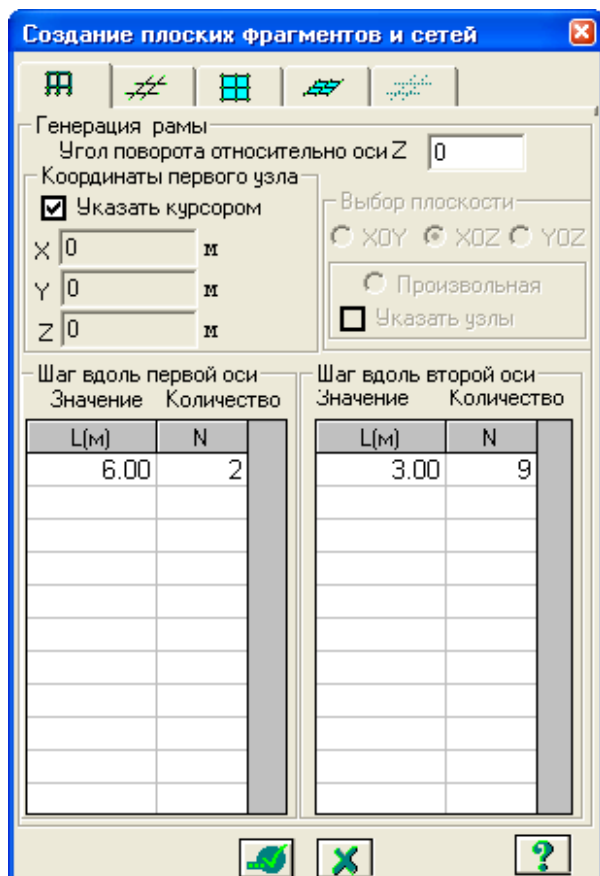

Рис.11.4. Диалоговое окно **Создание плоских фрагментов и сетей**
- Остальные параметры принимаются по умолчанию (рис.11.4).